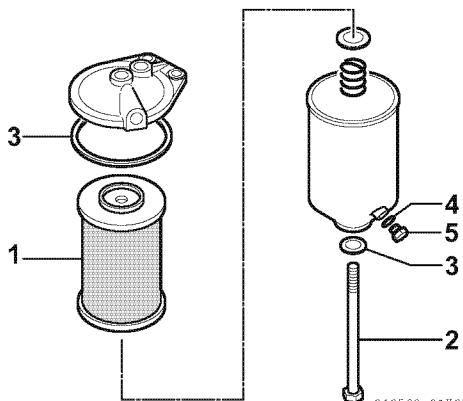

Figure 5
3. Retirez le boulon de centrage (**Figure 5, (2)**) au fond du filtre et retirez l'élément de filtre (**Figure 5, (1)**).